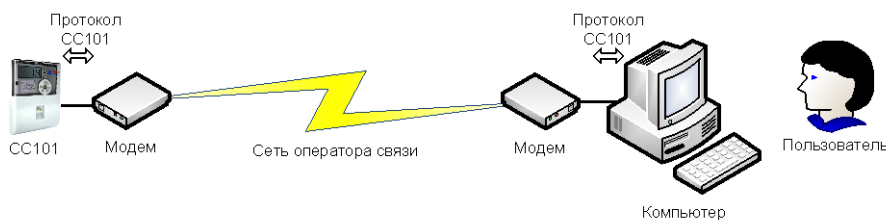

Рисунок 2.3. Считывание показаний и управление счетчиком по модемному соединению
2.3 Пользователь выбирает и считывает показания счетчика на компьютер, подключенный к прибору через модемное соединение (Рисунок 2.3). В этом варианте счетчик подключен к внешнему модему через основной последовательный интерфейс. Максимально допустимое расстояние до прибора ограничено только наличием доступа к сети оператора связи. В программе на компьютере можно осуществлять выбор, автоматическое считывание и сохранение показаний в базе данных, формирование отчетов, управление счетчиком и т.д.